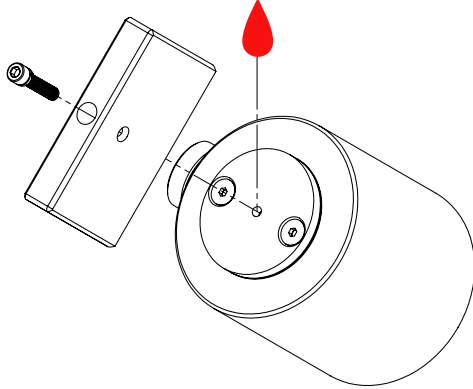

**Figure 9**
- 9. Déposer l'adhésif Loctite® (9) sur les nouvelles vis à tête plate (5), comme illustré à la Fig. 9, puis resserrer l'adaptateur en appliquant un couple de 13,6 Nm (10 pi-lb).